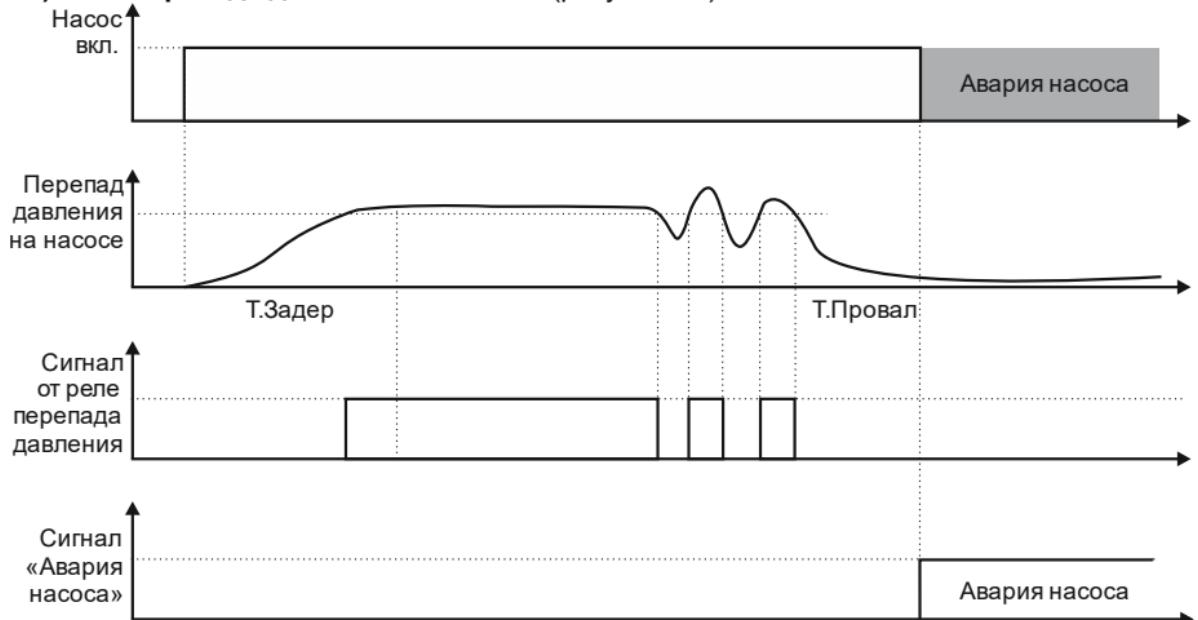

Рисунок 3.2 - Обработка сигнала от датчика перепада давления ($\Delta P_1/\Delta P_2$)
4) Нет перепада давления на насосе (рисунок 3.2)